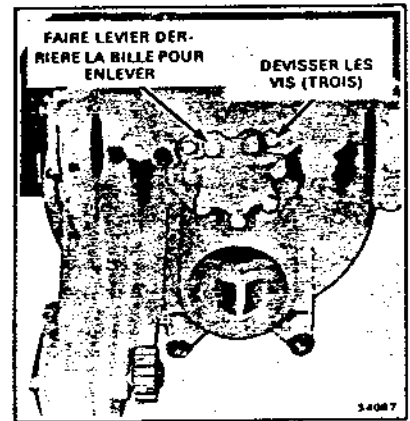

Figure 6-4
3. Déposer les trois boulons maintenant l'ensemble plaque de retenue et joint au carter (voir Figure 6-4). Utiliser le même récipient pour récupérer l'huile qui sortira lors de la dépose de l'arbre de transmission. Puis déposer l'arbre d'entraînement, l'ensemble plaque de retenue et joint et les cales d'épaisseur en faisant levier. Une cage de roulement sortira avec l'arbre.